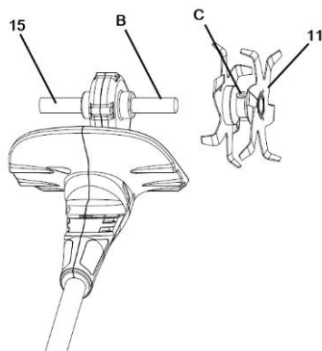

Fig.2
2. Installez le composant de lame 11 dans l'axe rotatif 15 dans le sens de la flèche indiquée, et alignez le trou B sur l'axe rotatif 15 avec le trou C sur le composant de lame 11. (Fig. 2)